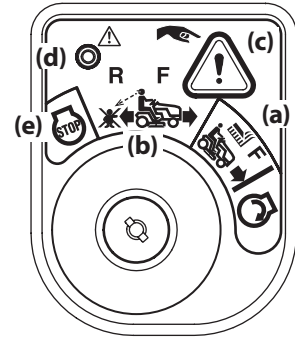

Figure 3-5
2. Tournez la clé de la position de tonte normale  (a) à la position de tonte en marche arrière  (b). Voir Figure 3-5.
3. Appuyez sur le bouton de marche arrière  (c) situé dans le coin supérieur droit du module de commutateur d'allumage. Le témoin lumineux rouge (d) dans le coin supérieur gauche s'allume lorsque le bouton de marche arrière est activé. Voir Figure 3-5.
6. Le mode de tonte en marche arrière (B)  demeure activé jusqu'à ce que :